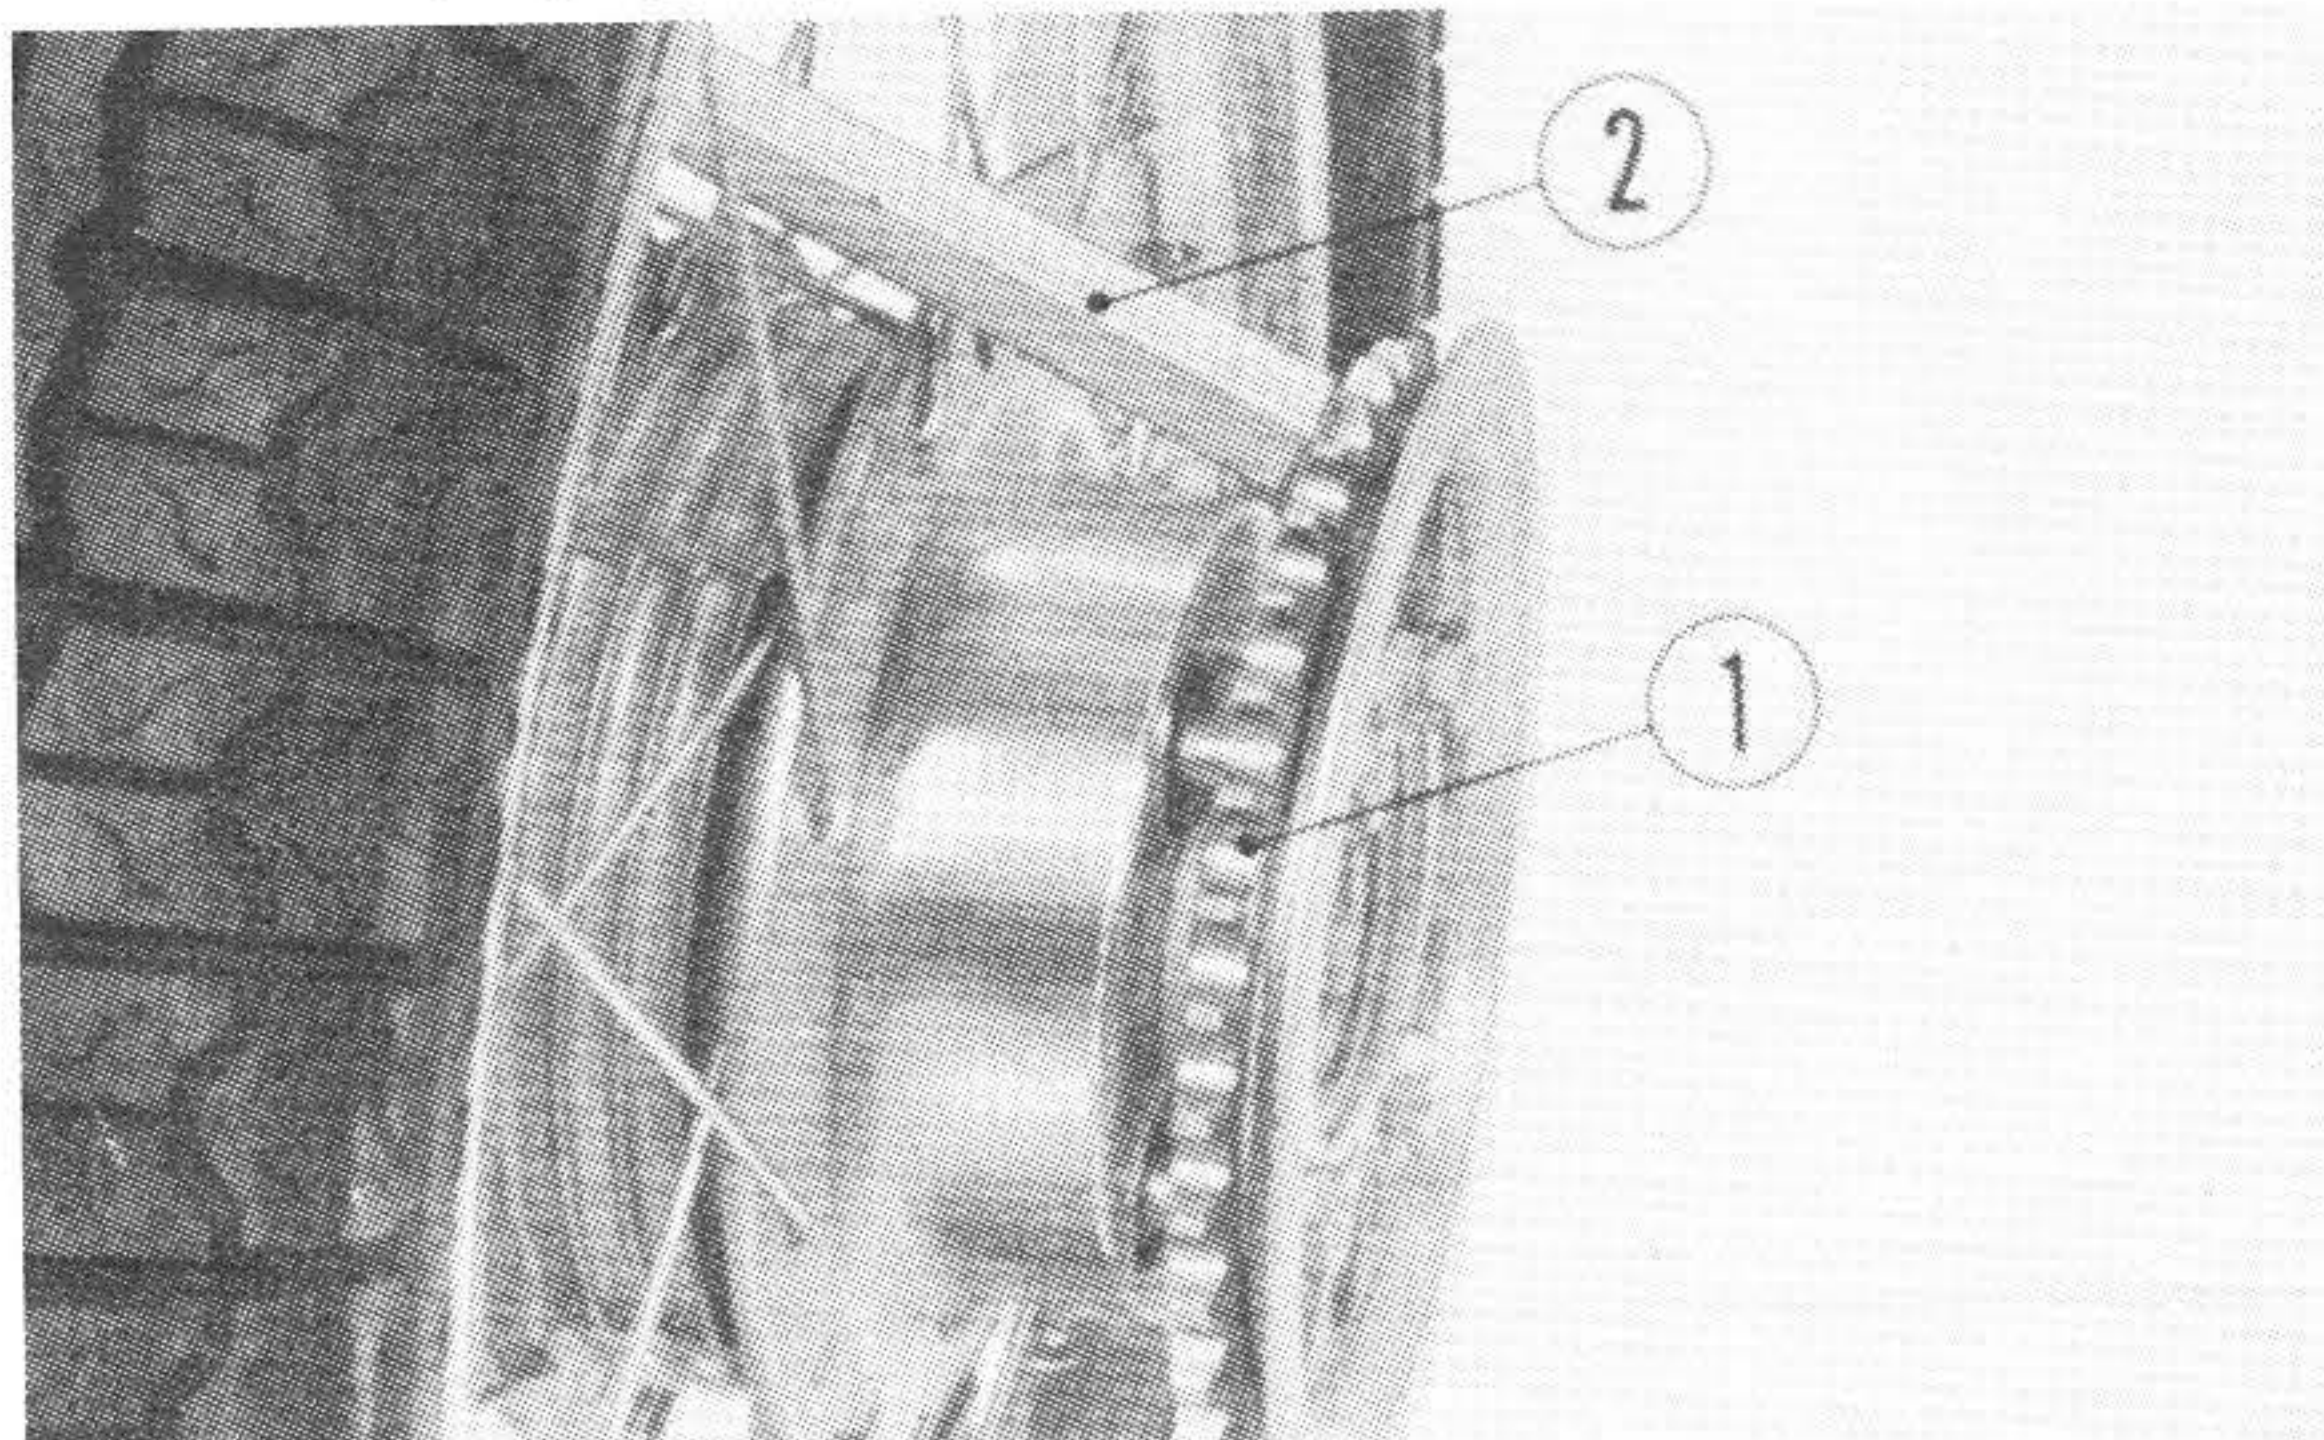

図 135 ①ファイナルドリブンスプロケット ②木片
5. ファイナルドリブンスプロケットは69mmサークリップを取外し, 図135のようにして取外す。